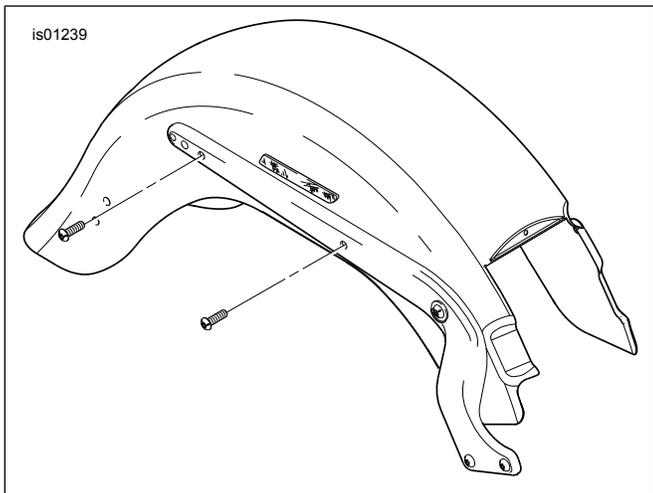
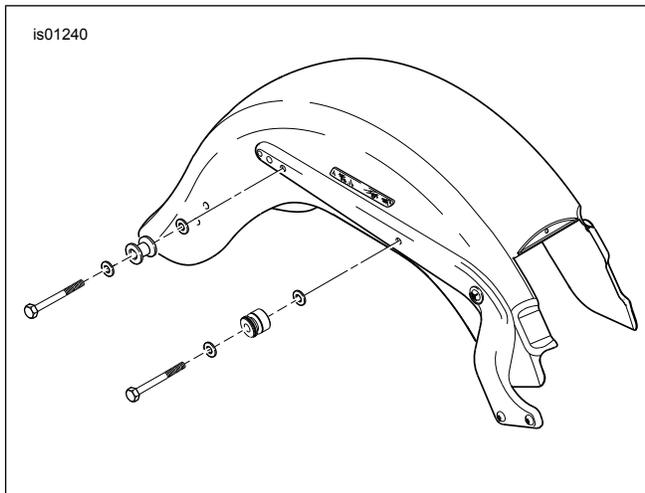

Abbildung 4. Die Originalschrauben entfernen und entsorgen
Abbildung 5. Abnehmbare Befestigungsteile ausbauen und aufheben
- Siehe Abbildung 4. Die zwei Originalschutzblech-Befestigungsschrauben, wie dargestellt, an einer Seite des Schutzblechs ausbauen.
- Wenn die abnehmbaren Befestigungsteile NOCH NICHT eingebaut wurden:** Siehe Abbildung 4. Die zwei Originalschutzblech-Befestigungsschrauben, wie dargestellt, an einer Seite des Schutzblechs ausbauen. **Wenn die abnehmbaren Befestigungsteile SCHON eingebaut wurden:** Siehe Abbildung 5. Die Schutzblech-Befestigungsschrauben und abnehmbaren Befestigungsteile, wie dargestellt, an einer Seite des Schutzblechs ausbauen und aufheben. Die Lage (vorne oder hinten), Ausrichtung und Reihenfolge der abnehmbaren Befestigungsteile notieren.